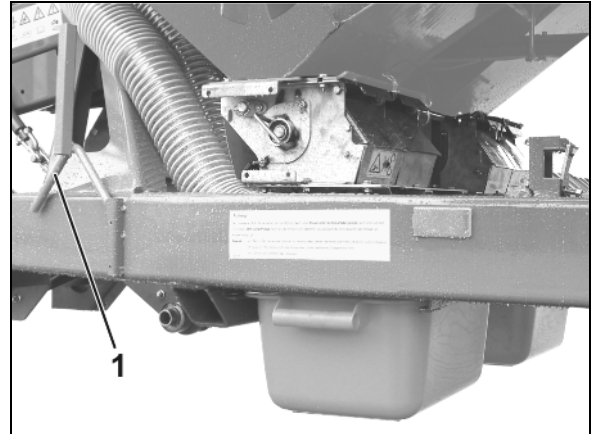

Рис. 66
3. Вставьте лотки для установки сеялки на норму высева в крепление (Рис. 66) и разместите под каждым дозатором.